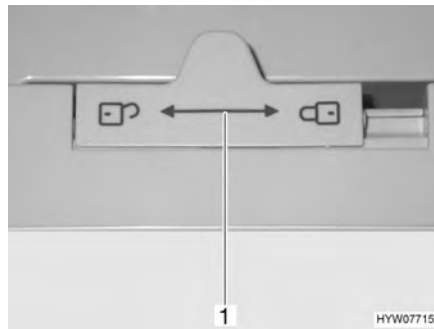

Fig. 144 Bloccaggio della porta del frigorifero (serie Dometic 7)
- Spostare il dispositivo di bloccaggio (Fig. 144,1) verso sinistra "🔓".
- Spostare il dispositivo di bloccaggio (Fig. 144,1) completamente verso destra "🔒".